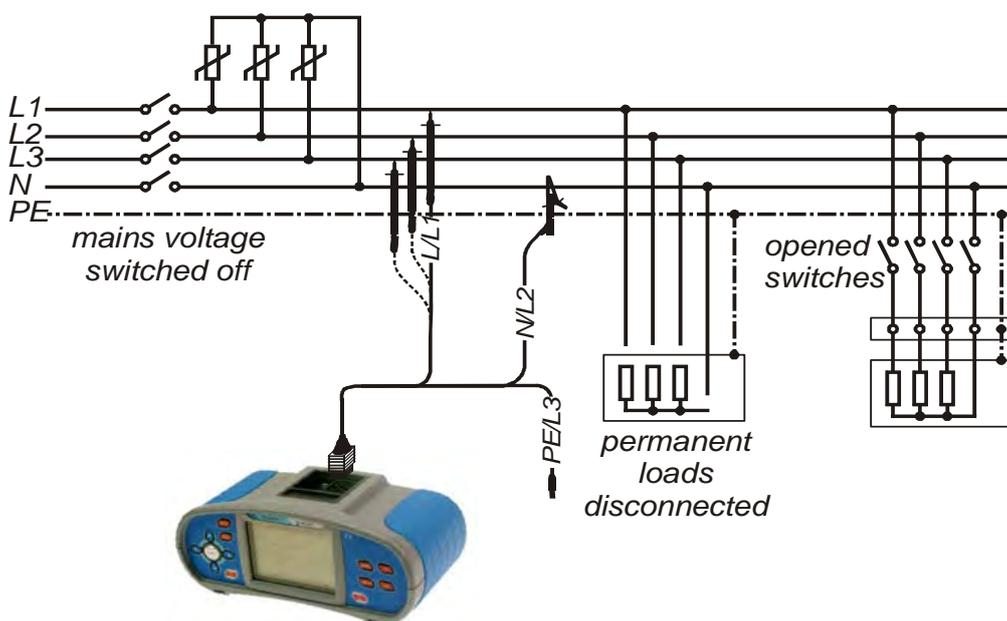

Figure 5.58: Messung des Schutzpegels – Anschluss des Universalprüfkabels
- ❑ Schließen Sie das Prüfkabel an das Instrument und an die zu prüfende Überspannungsschutzeinrichtung an (siehe Abb. 5.58).